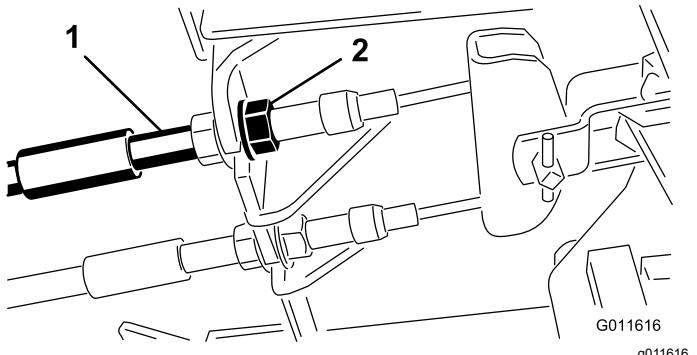

Figura 87
1. Para reducir la holgura de los pedales de freno, apriete los frenos aflojando la tuerca delantera del extremo roscado del cable de freno (Figura 87).